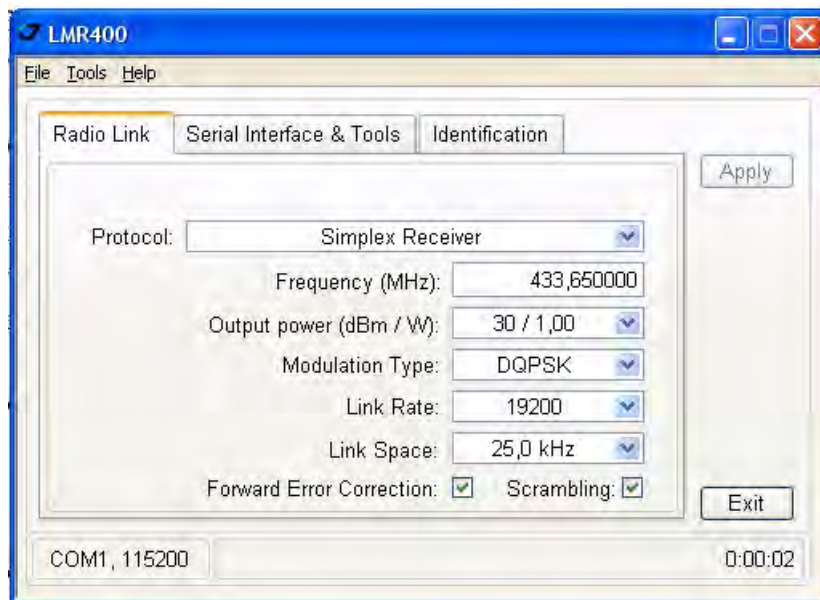

Рисунок 3-3. Закладка Radio Link
1. В закладке *Radio Link*, установите следующие параметры (Табл. 1) и нажмите *Apply* (Рисунок 3-3 на стр. 44).